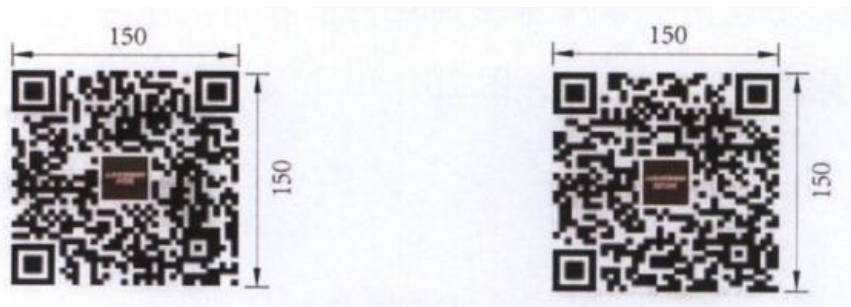
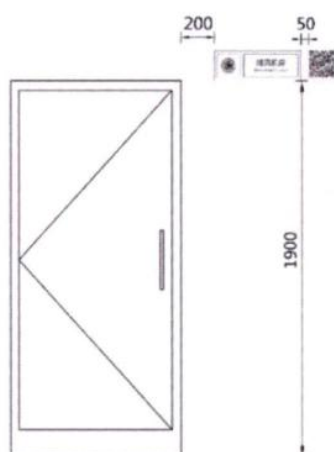

图 27 洗消间、三种通风方式二维码样式及尺寸示例
图 28 二维码标识牌安装示例
4.5 各市示范工程可在重要功能间标识牌右侧张贴对应的二维码，供公众扫码查询功能房间的作用、使用要求等，鼓励各市积极探索新的媒介宣传手段，洗消间、三种通风方式二维码样式、尺寸示例及安装示例见图 27、图 28。